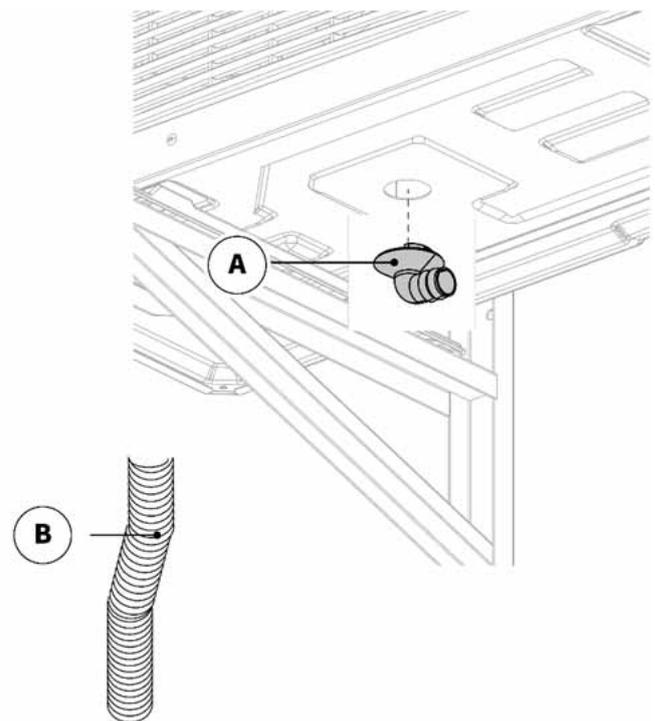

Abb. 9: Einsetzen des Kondensatablaufbogens **(A)** in die Außeneinheit
- ➔ Planen Sie einen ausreichenden Kondensatablauf an einer geeigneten Position unter der Außeneinheit (s. Abb. 9) gem. Kap. 3.11 ein.